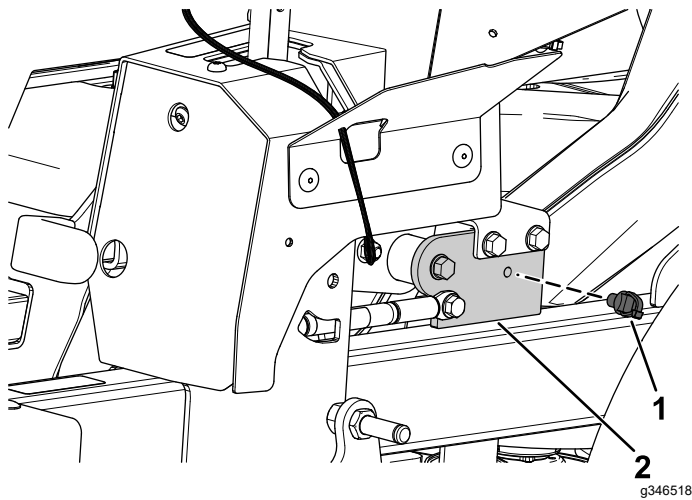

Figura 17
1. Montate il dispositivo di fissaggio anteriore a pressione nella staffa della leva del freno di stazionamento (Figura 17).